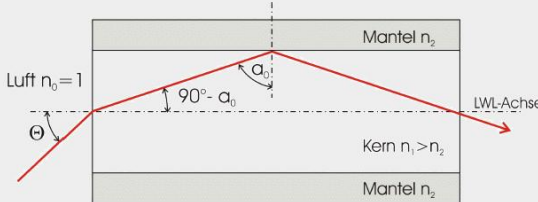

Abbildung 11: Definition der numerischen Apertur
dieser Wert wird auch Numerische Apertur (NA) oder Abbe Invariante genannt, siehe dazu Abbildung 11.